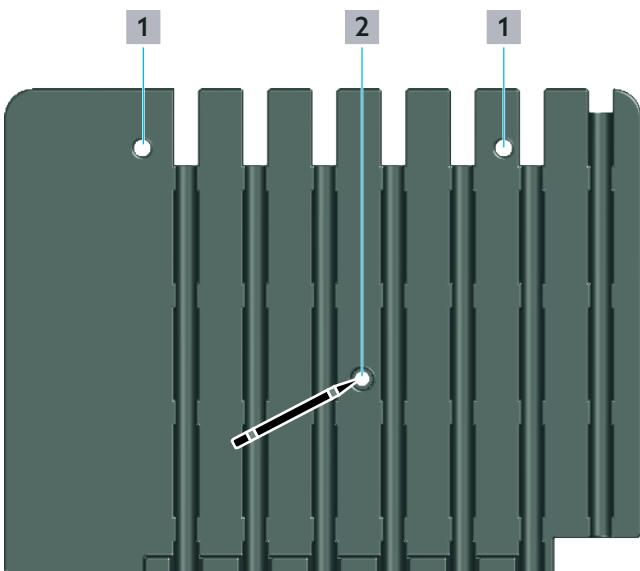

Fig. 7: Accrochage de l'isolation
- 2 Marquer le point de fixation pour la vis à cheville à l'aide d'un stylo (position 2 sur la Fig. 7 en page 25).
- 1 Placer l'entretoise (position 3 au paragraphe 6.1 en page 24) dans l'évidement pour vis à cheville (position 2 sur la Fig. 7 en page 25).